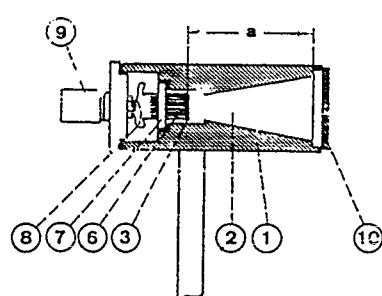

Fig. 2
Termoelementos:	16 cintas de constantan-manganina, conectadas en serie, soldadas con plata. Diámetro de la superficie de medida: 10 mm; 5 μm espesor. Distancia a (entre termoelementos y abertura anterior): aprox. 50 mm (véase fig. 2)
2.1 Piezas funcionales (véase fig. 2)
- ① Caja de metal maciza con mango
- ② Embudo de metal pulido con un ángulo de apertura de 22° y mínima apertura de paso de 10 mm de diámetro
- ③ Disco ennegrecido, en cuyo dorso y sobre el diámetro vertical de la superficie se encuentran los puntos de soldadura/medición ⑤ de los 16 termoelementos ④ conectados en serie
- ④ Termoelementos
Dimensions:	Diamètre de la surface de mesure: 10 mm distance a (entre les thermo-éléments et l'ouverture frontale): env. 50 mm (voir la fig. 2)
2.1 Fonction des divers éléments (voir fig. 2)
- ① Carter métallique massif porté par une tige
- ② Pavillon de métal poli; angle d'ouverture du cône: 22°; section minimale de 10 mm de φ.
- ③ Verre noirci, derrière lequel se trouvent les 16 thermo-éléments ④ montés en série, les soudures ⑤ se trouvant le long d'un axe vertical courant le long de la paroi de verre.
- ④ Thermo-éléments
- ⑤ Puntos de soldadura/medición (pares de termoelementos soldados con plata)
- ⑥ Varillas de cobre lacadas; sirven como conductores térmicos entre el termoelemento ④ y el punto de medida comparativo ⑦
- ⑦ Punto de medición comparativo; se encuentra en contacto térmico directo con la caja ①
- ⑧ Líneas eléctricas a la salida de medida
- ⑨ Casquillos de 4 mm para la conexión de un aparato de medición sensible
- ⑩ Disco de vidrio, montado en anillo de metal; sirve para la protección durante la conservación y el transporte. Al realizar las mediciones tiene que sacarse.
2.2 Principio de funcionamiento (véase fig. 2)
- Baguettes de cuivre recouvertes de laque, servent de conducteur de chaleur entre les thermo-éléments ④ et le point de référence ⑦
- Point de référence de mesure; est en contact thermique direct avec le carter ①
2.2 Mode de fonctionnement (voir fig. 2)